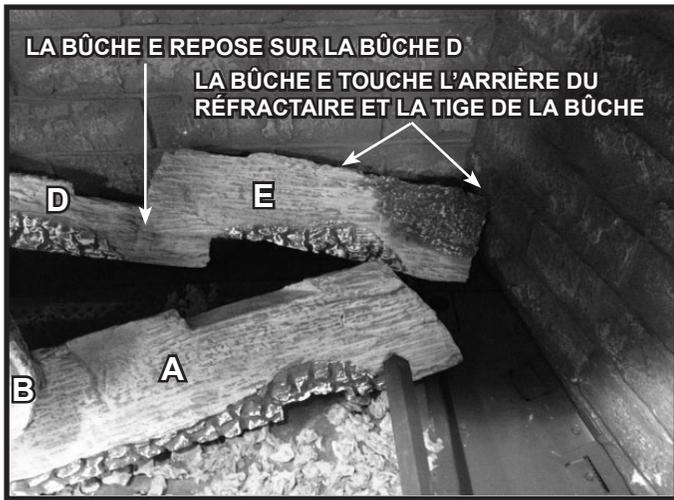

Figure 9. Bûche E installée
5. **(BÛCHE E)** : Localisez la tige pour la bûche E dans la figure 4. Placez la bûche E dans l'appareil avec sa zone brûlée orientée vers l'avant de l'appareil. L'extrémité droite de la bûche devrait reposer contre la tige de la bûche, et l'extrémité gauche de la bûche devrait reposer sur la bûche D. Le dos de la bûche E devrait toucher le dos du réfractaire. Voir la figure 9.